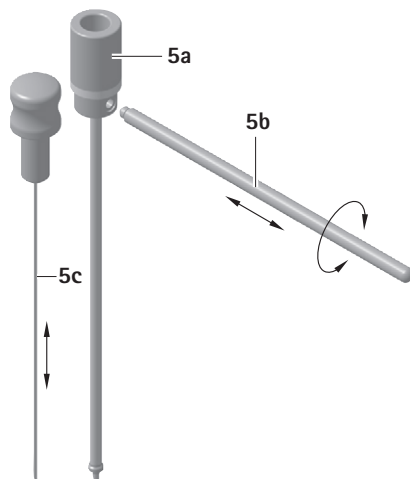

Abb. 1
- Einschlagstößel **5c** in Zielrohr **5a** einsetzen, siehe Abb. 1.